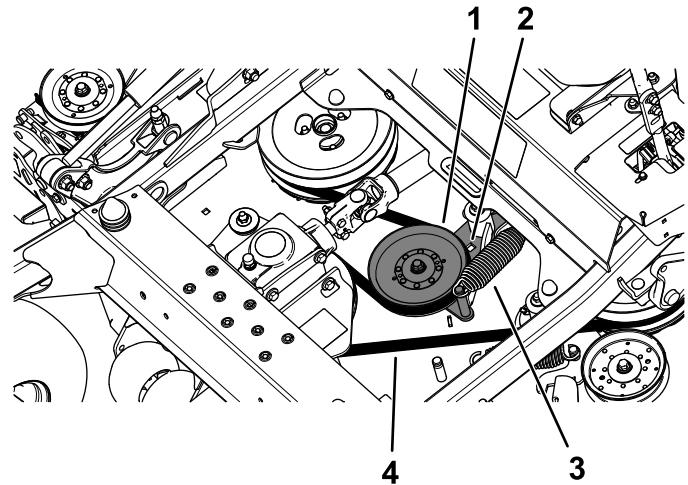

Figure 60
5. Insérez un rochet dans le trou carré du bras de la poulie de tension pour détendre le ressort de la poulie de tension (Figure 60).
6. Enlevez la courroie des poulies du tablier de coupe (Figure 60).